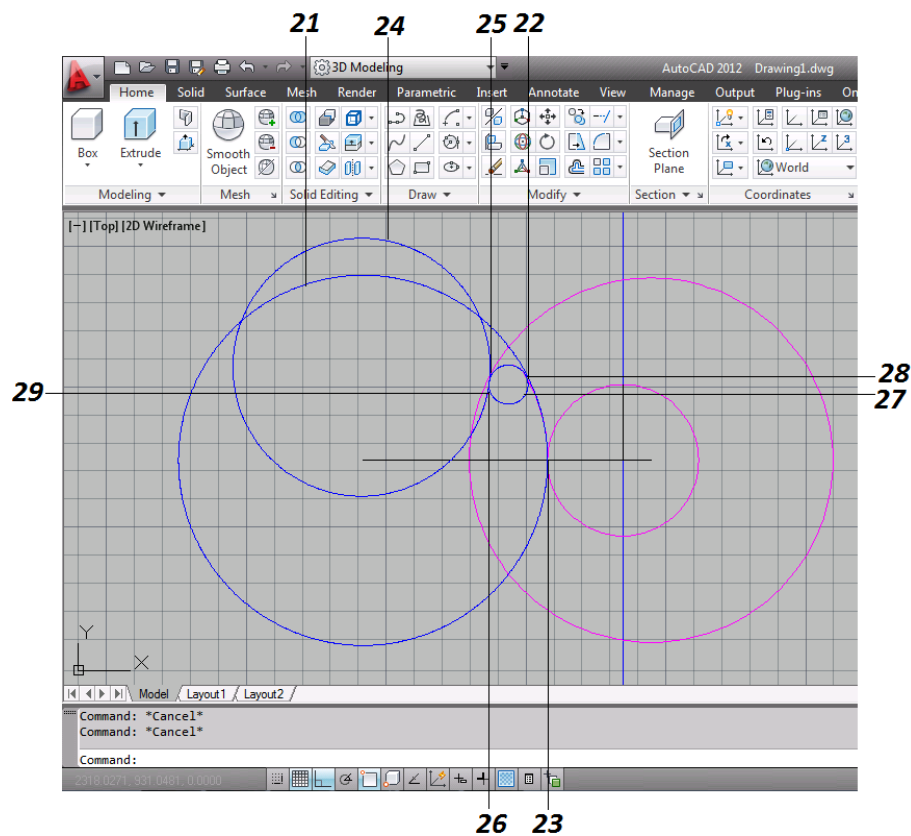

Figura 4.8 Ejercicio 2
21. Se selecciona el círculo que se desea cortar, se indica que se seleccionara el primer punto y se da enter (*figura 4.8*).
22. Se selecciona el primer punto del círculo a cortar (*figura 4.8*).
23. Se selecciona el segundo punto del círculo a cortar (*figura 4.8*).
24. Se selecciona el círculo que se desea cortar, se indica que se seleccionara el primer punto y se da enter (*figura 4.8*).
25. Se selecciona el primer punto del círculo a cortar (*figura 4.8*).
26. Se selecciona el segundo punto del círculo a cortar (*figura 4.8*).
27. Se selecciona el círculo que se desea cortar, se indica que se seleccionara el primer punto y se da enter (*figura 4.8*).
28. Se selecciona el primer punto del círculo a cortar (*figura 4.8*).
29. Se selecciona el segundo punto del círculo a cortar (*figura 4.8*).